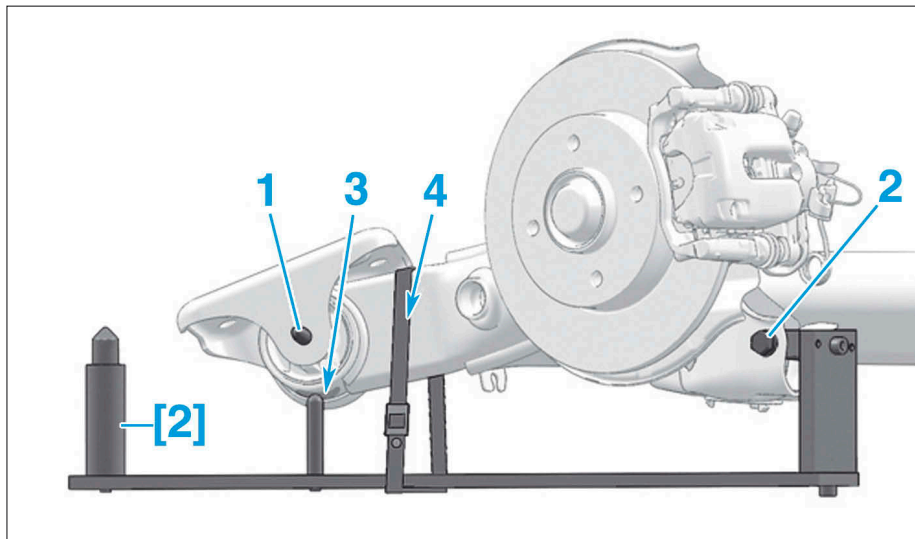

FIG. 47
- desserrer la vis (1) (Fig.47),
- mettre en place l'outil [2] sur la fixation inférieure de l'amortisseur à l'aide de la vis (2),
- mettre en contact l'outil [2] avec l'articulation (3) du train arrière,
- maintenir l'outil [2] à l'aide d'une sangle (4).